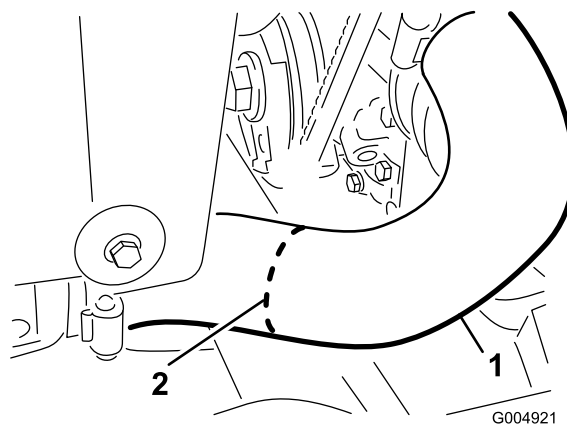

Figura 17
13. Corte la manguera inferior del radiador por la mitad por la línea blanca, según se muestra en Figura 17.